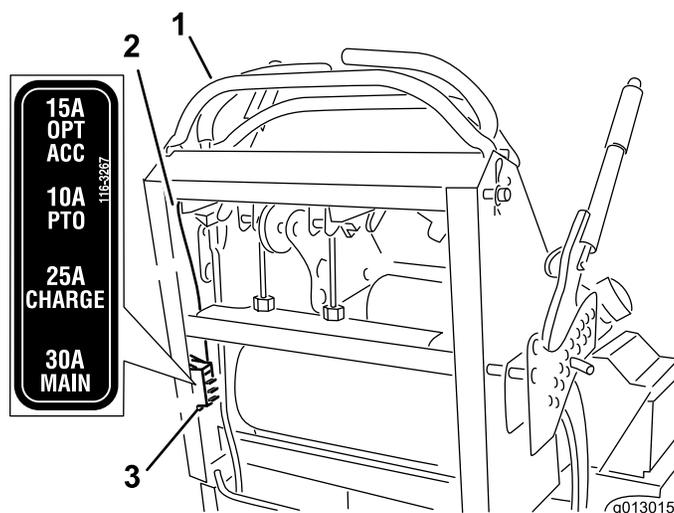

図 54
2. ヒューズを引き出して外し、あるいは交換する 図 54。